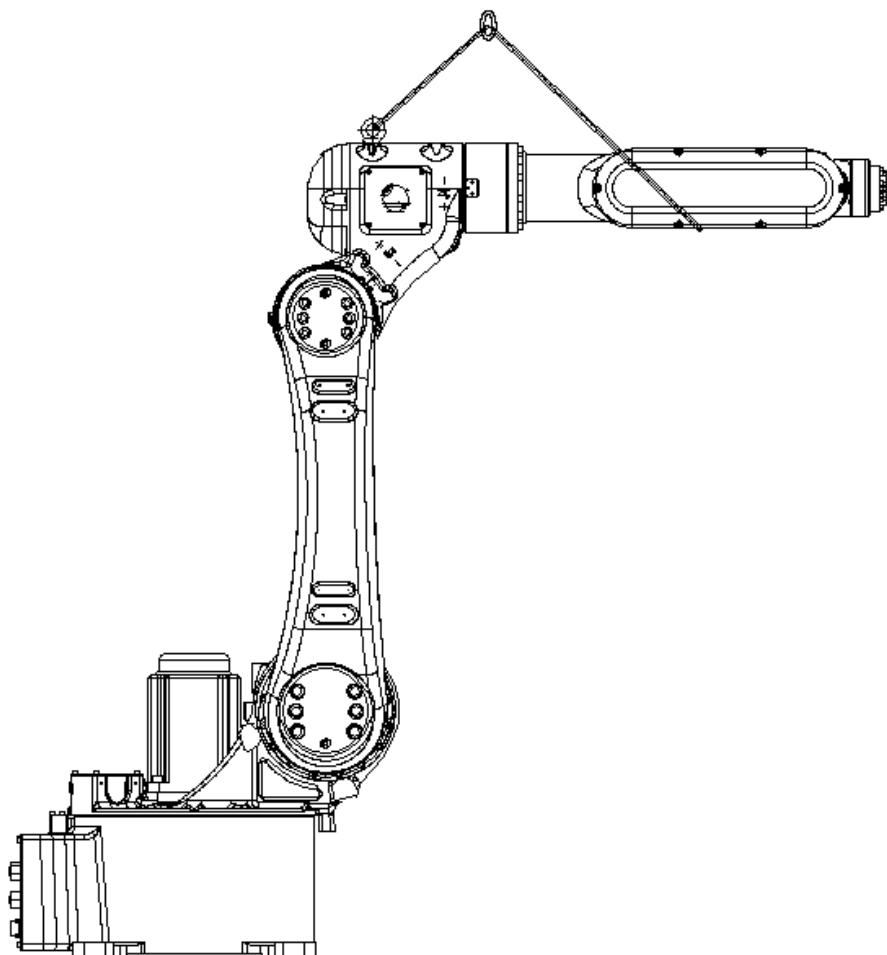
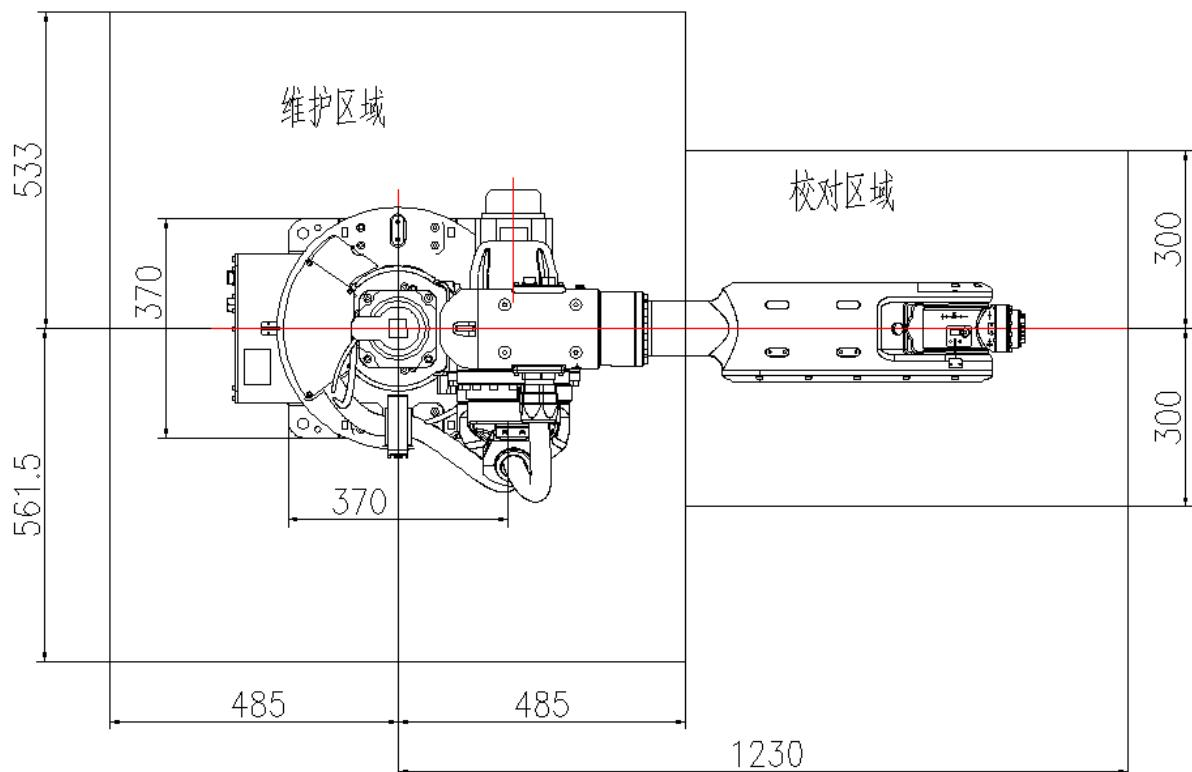

图 5.4 J2 马达更换位姿
图 5.5 维护区域
- 1 将机器人置于图 5.4 所示位置, 用钢丝绳如图 5.5 悬起机器人同时将自制直径为 15mm 的插销插入大臂与 J2 轴基座孔处。
- 2 切断电源, 拆卸马达 (1) 的连接线缆。
- 3 拆除马达法兰盘上的安装螺钉 (2)。
- 4 水平拉出马达 (1), 同时小心, 不要损坏齿轮的表面
- 5 拆除螺钉 (5), 然后拆除输入齿轮 (4)。
- 6 拆除马达法兰端面密封圈 (3)。
在图 5.5 中给出了机械单元的维护区域，同时为校对的机器人留下足够的校对区域。